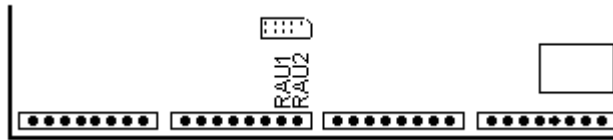

Figura 27
- 2 salidas auxiliares RAU1 y RAU2 (Figura 27)